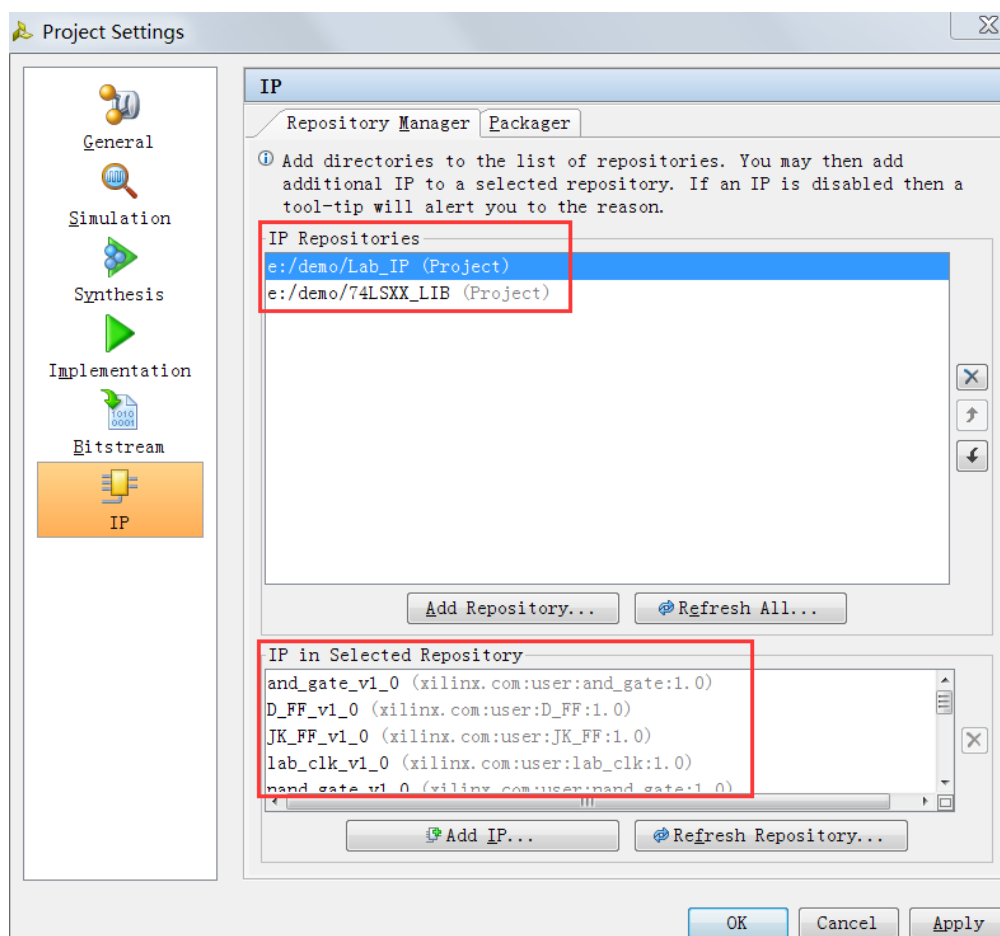

图 2-8 完成 IP 添加
3) 完成目录添加后，可以看到所需 IP 核已经自动添加。点击 OK 完成 IP 添加。如图 2-8。